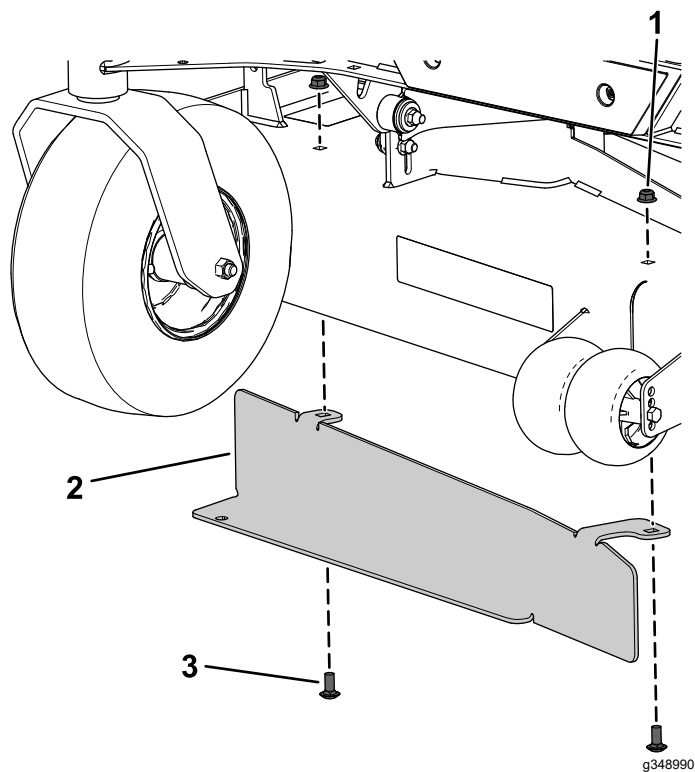
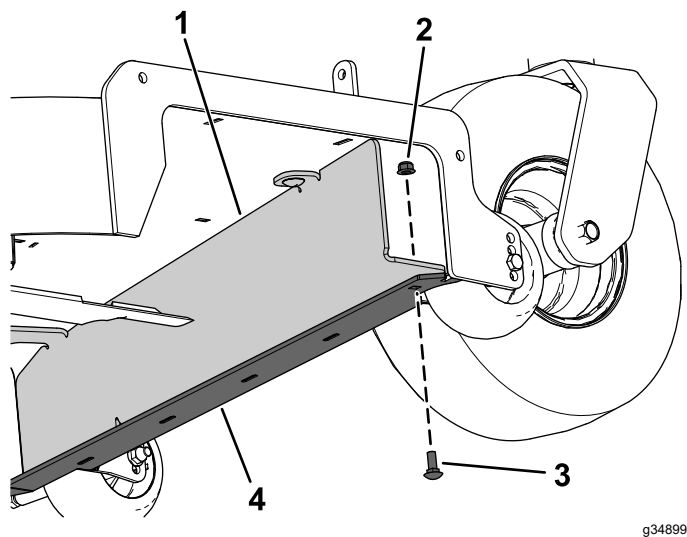

Figura 4
Figura 5
3. Montate il deflettore del sistema di raccolta sul piatto e sul paraurti del piatto utilizzando 2 bulloni a testa tonda ($\frac{3}{8}$ " x $\frac{7}{8}$ "), 2 dadi di bloccaggio ($\frac{3}{8}$ "), 1 bullone a testa tonda ($\frac{5}{16}$ " x $\frac{7}{8}$ ") e 1 dado di bloccaggio ($\frac{5}{16}$ ") come illustrato nella Figura 4 e Figura 5.